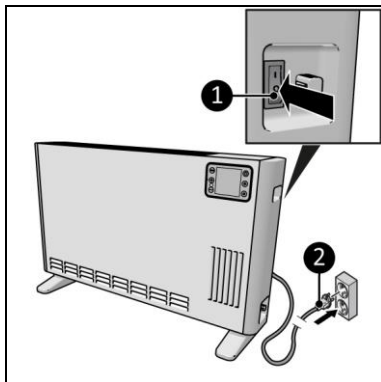

Figura 10
2. Asigurați-vă că întrerupătorul ON/OFF (PORNIT/OPRIT) se află în poziția OFF (OPRIT) (Figura 10, poz. 1).
3. Introduceți ștecărlul elvețian de tip J (Figura 10, poz. 2) într-o priză cu împământare ușor accesibilă. Utilizați o priză cu împământare, cu o putere minimă de 2400 Watt.
1. Asigurați-vă că întrerupătorul ON/OFF (PORNIT/OPRIT) se află în poziția OFF (OPRIT) (Figura 10, poz. 1).
2. Scoateți ștecărul din priză (Figura 10).